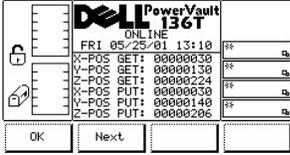

图 17. 状态 > 磁带库 > 槽位 > X、Y、Z 位置槽位对话框
- 1 如果按下**下一步**软键下方的按钮，则显示“保留槽位对话框”。请参见图 17。